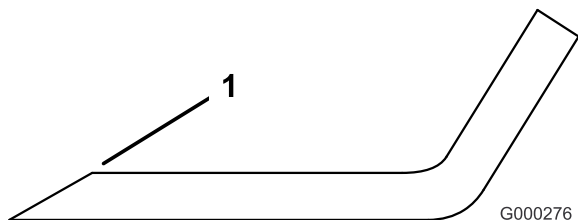

Figura 90
1. Utilice una lima para afilar el filo de corte en ambos extremos de la cuchilla (Figura 90). Mantenga el ángulo original. La cuchilla permanece equilibrada si se retira la misma cantidad de material de ambos bordes de corte.